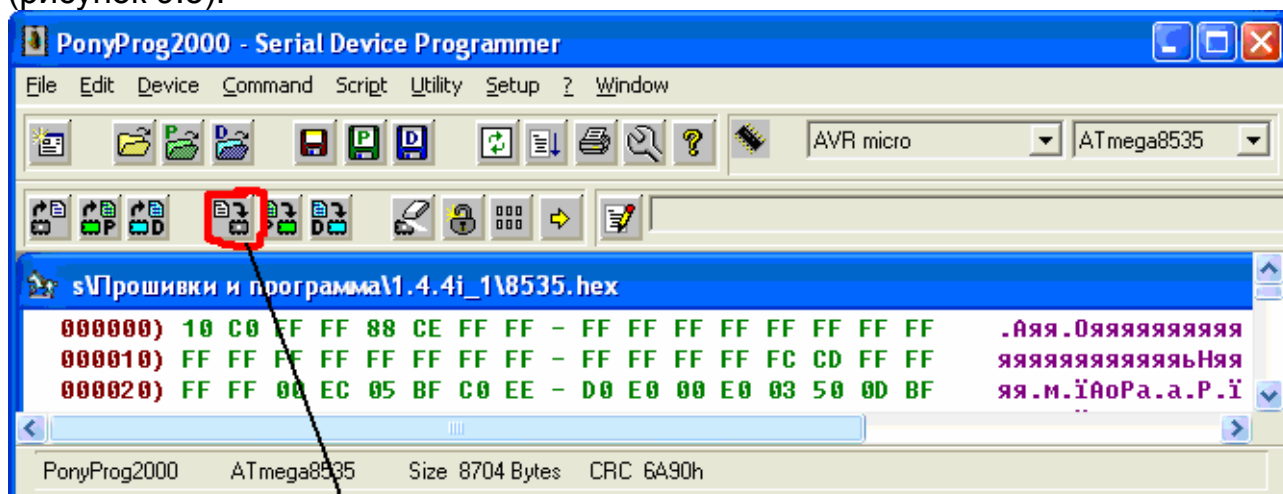
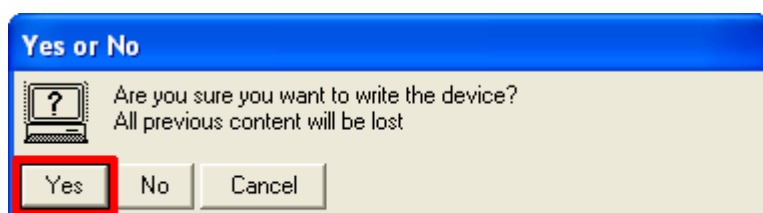
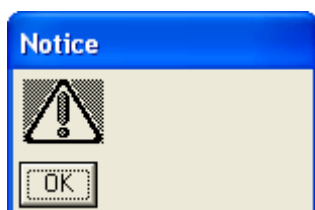

Рис. 9.1 – Главное окно Pony Prog.
Рис. 9.2 –Окно Yes or No.
Рис. 9.3 – Окно подтверждения.
3.18 В меню главного окна (рисунок 9.1) нажать на значок Write Device (позиция 1). В появившемся окне (рисунок 9.2) нажать YES (позиция 1). Должна появиться линейка процесса. Дождаться завершения процесса. По завершении должно появиться сообщение Write Successful, нажать OK (рисунок 9.3).